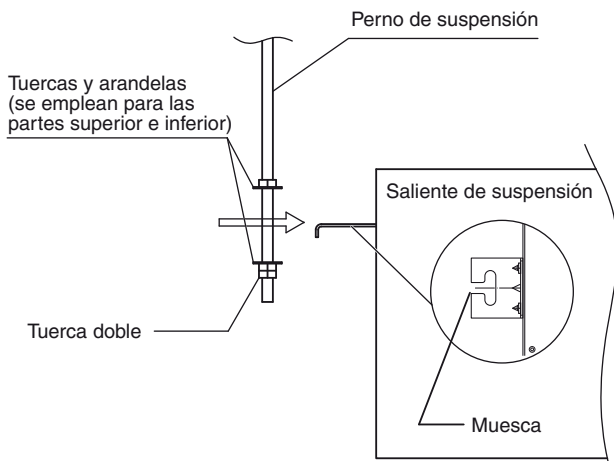

Fig.3-5
- (3) Enrosque las 3 tuercas hexagonales y las 2 arandelas (adquiridas en el sitio) en cada uno de los 4 pernos de suspensión (Figs. 3-5 y 3-6). Emplee 1 tuerca y 1 arandela para el lado superior y 2 tuercas y 1 arandela para el lado inferior, de modo que la unidad no se caiga de los salientes de suspensión.